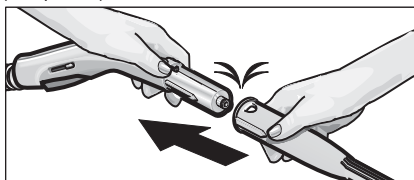

Рис. 1: Присоединение насадок к паровому пистолету-распылителю
- Соединить нужную насадку (C1,D1) с паровым пистолетом-распылителем (B1). Для этого следует насадить трубчатый конец насадки на паровой пистолет-распылитель (B1). Насадку необходимо надвигать на паровой пистолет, пока кнопка разблокировки (C3), находящаяся на паровом пистолете, не защелкнется (см. рис. 1).